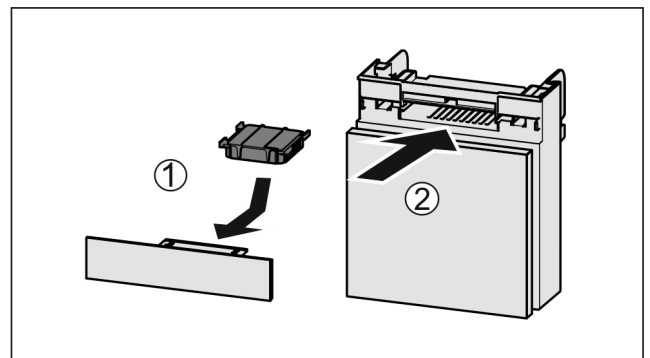

Fig. 57
- Aktivkohlefilter nach Abbildung einsetzen Fig. 57 (1).
- Fach einschieben Fig. 57 (2).